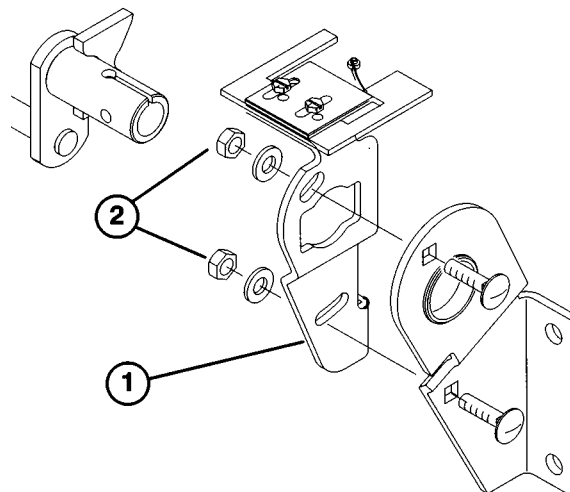

Fig. 28
4. Allentare i due dadi autobloccanti che fissano la piastra della pompa, in modo che essa possa muoversi (Fig. 28).
5. Avviare il motore e girare la piastra della pompa (Fig. 28) in una qualsiasi direzione finché la ruota si ferma.
6. Arrestare il motore e serrare i dadi autobloccanti per fissare la piastra della pompa (Fig. 28).